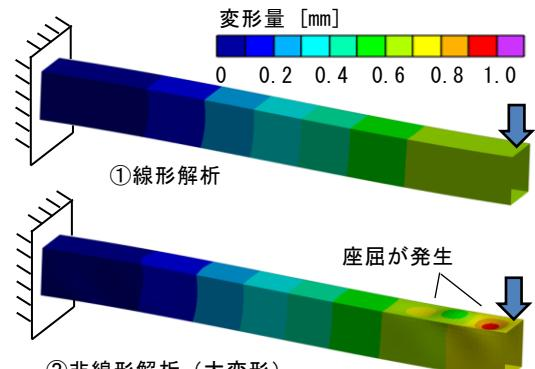

図 3 角パイプの解析結果(1/2 対称境界条件)
図 3 に解析結果(変形量分布)を示します。①線形解析では、変形量が押込み位置から固定部に向かって均等なグラデーションとなっています。これに対し、②非線形解析(大変形)では、押込み位置付近の天面に分布の乱れ(座屈)が生じています。薄肉構造体では、曲げ変形の圧縮側(曲率の内側)に座屈が生じることが知られていますが、非線形解析を用いることでこの物理現象を表現できることがわかります。